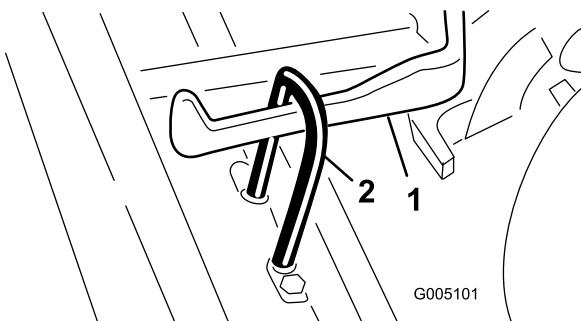

図 6
- カッティングユニットをプルフレームの下に引き入れ、吊り輪フックを昇降アームに引っかける図 6。